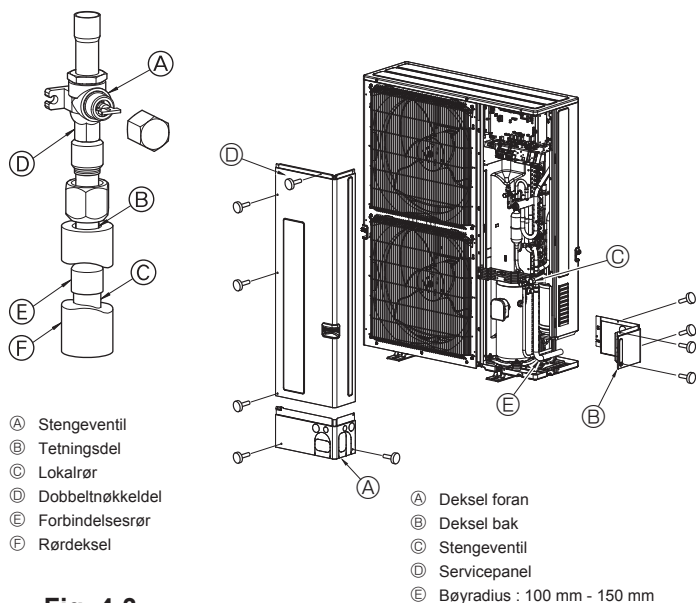

Fig. 4-3
③ Bruk følgende fremgangsmåte for tilkopling av rør på gassiden. (Fig. 4-3)